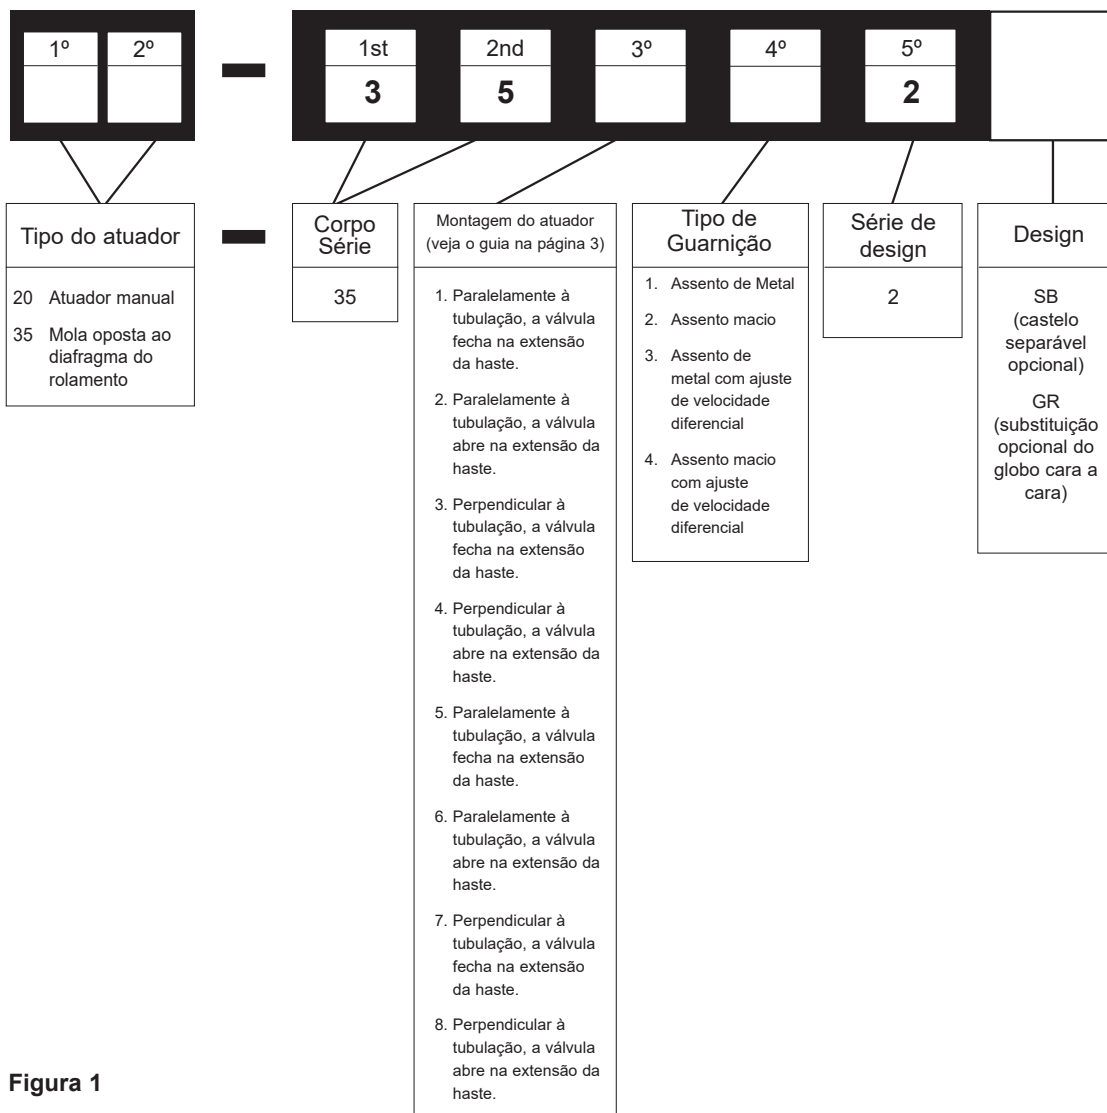

Figura 1
Esta instalação e instruções de manutenção aplicam-se aos tamanhos de 1" a 12" (tamanhos DN 25 até 300), todas as classificações disponíveis e atuadores pneumáticos. O número do modelo, tamanho e classificação da válvula são mostrados na placa de série. Consulte Figura 1 para identificar o modelo a válvula.
- A. Verifique o número do modelo na placa de série (56), confrontando-o com o Sistema de numeração descrito na Figura 1, a fim de determinar o modo da válvula.